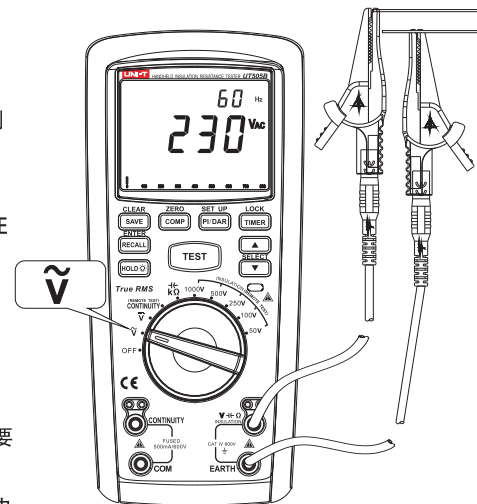

图4
1、交流电压测量(见图4)
- ① 将红色表笔插入“V”插孔(红色孔)，黑色表笔插入“EARTH”插孔(黑色孔)。
- ② 将转盘开关旋转置“V~”档位，并将表笔并联到待测电源或者负载两端上。
- ③ 从显示屏上即可读出当前的交流电压和频率测量值。
- ④ 在测量过程中如果想保存测量电压值只需按下“SAVE /CLEAR”按键即可保存。